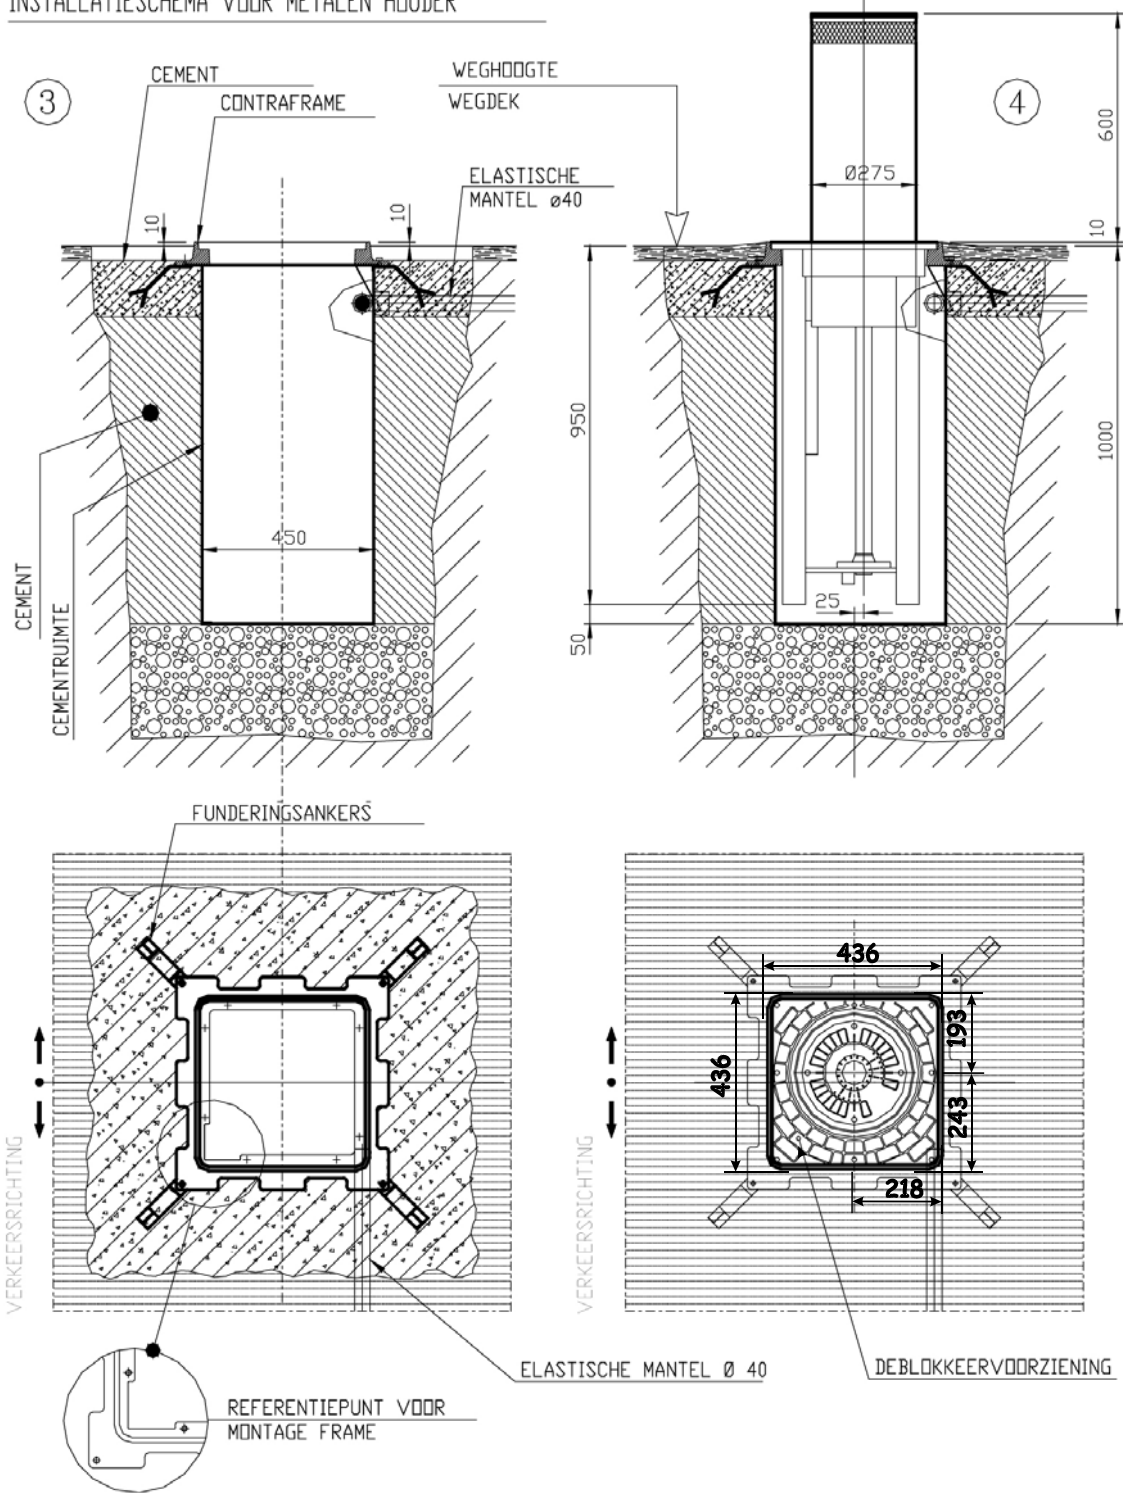
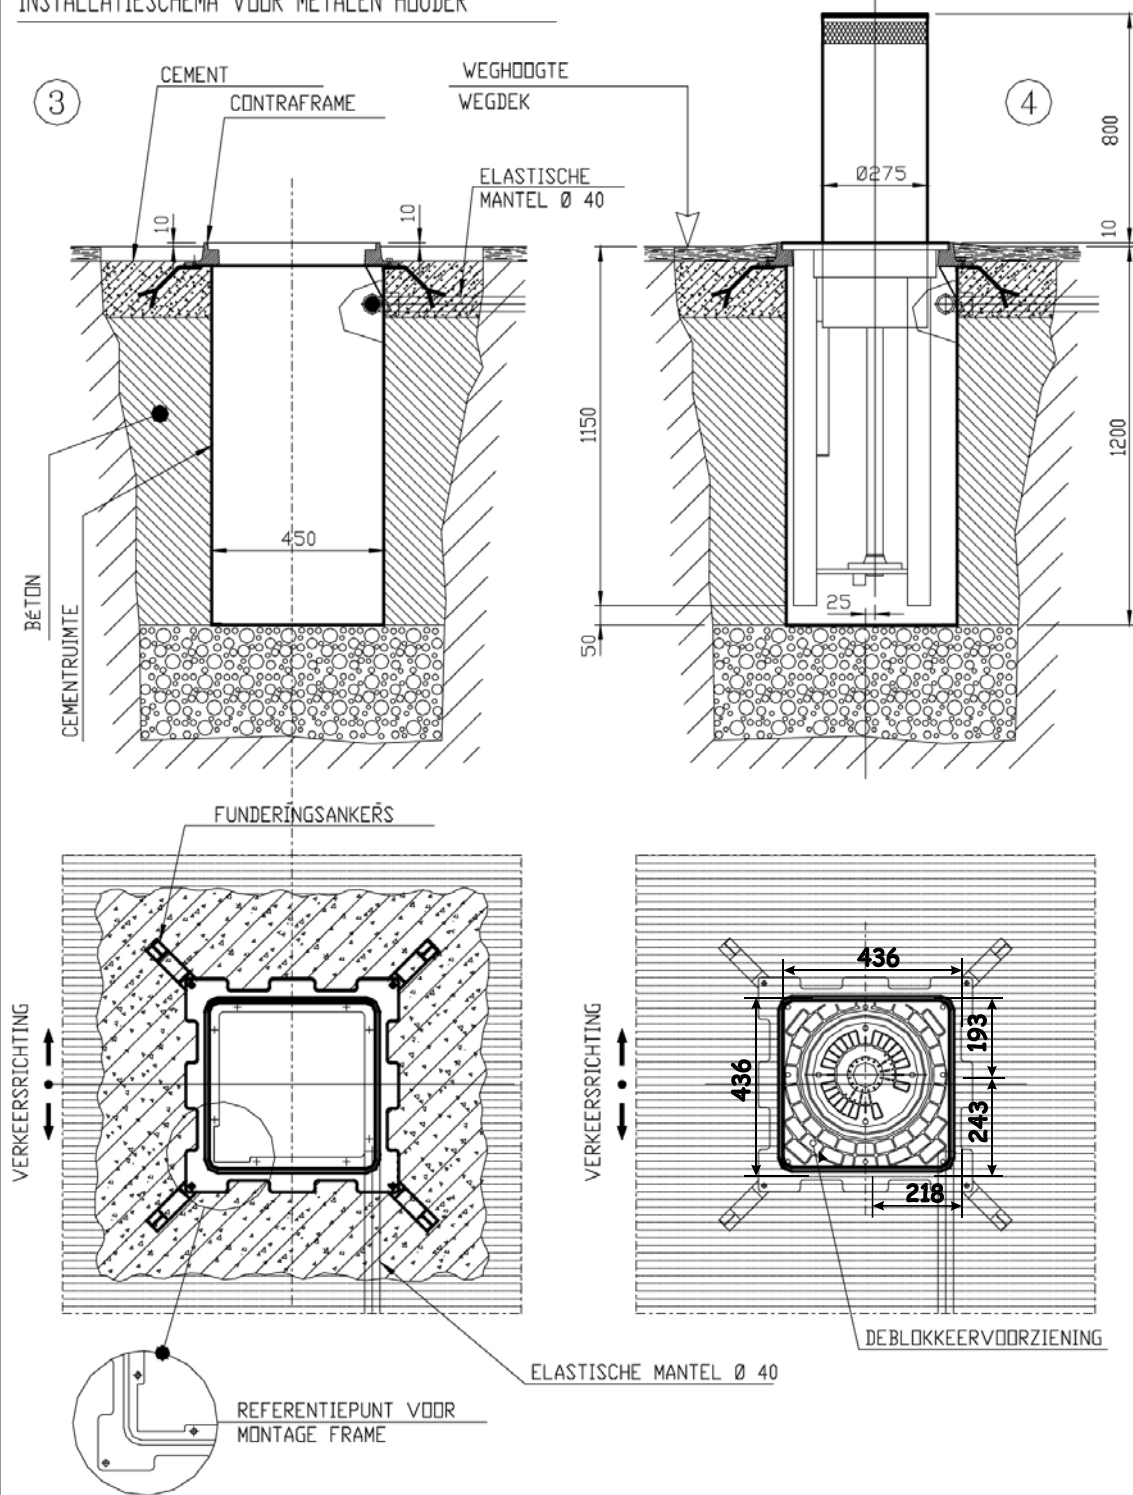

Fig. 3
Fig. 4
- 7) Breng rondom de hele put beton aan tot ongeveer 10 cm onder de weghoogte, en verzeker u ervan dat de bijgeleverde ankers van de put goed geplaatst zijn. Nadat de put geïnstalleerd is moet het wegdek worden afgewerkt met hetzelfde type materiaal (fig. 3 en fig. 4).